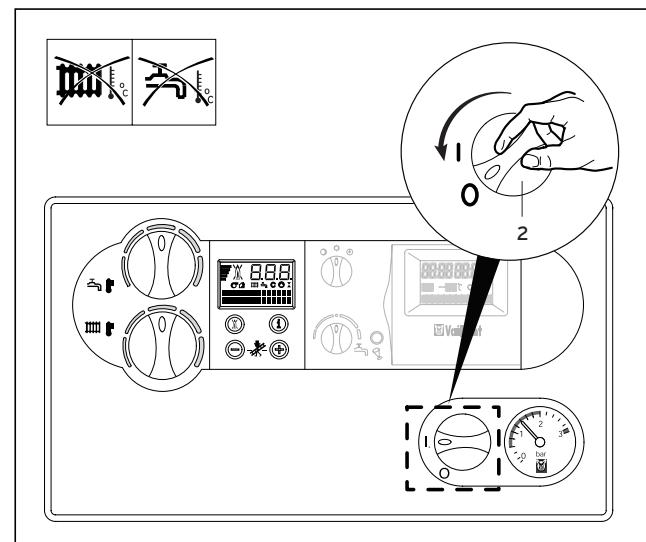

Fig. 3.13 Sette helt ut av drift
- Drei hovedbryteren (2) til stilling «0» (fig. 3.13).